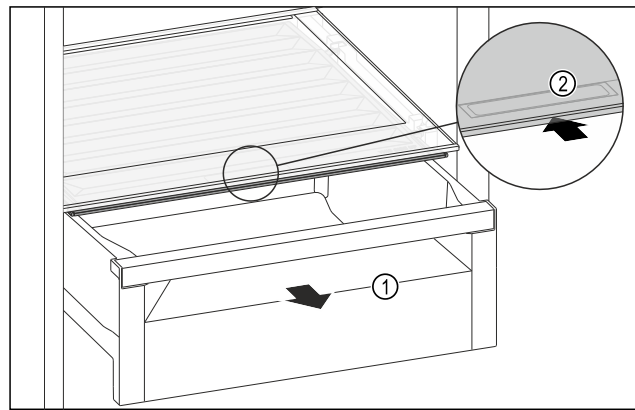

Fig. 85
- Schubfach Fig. 85 (1) herausziehen.
- Griffmulde Fig. 85 (2) am Fachdeckel anfassen und Fachdeckel gleichzeitig nach hinten schieben.